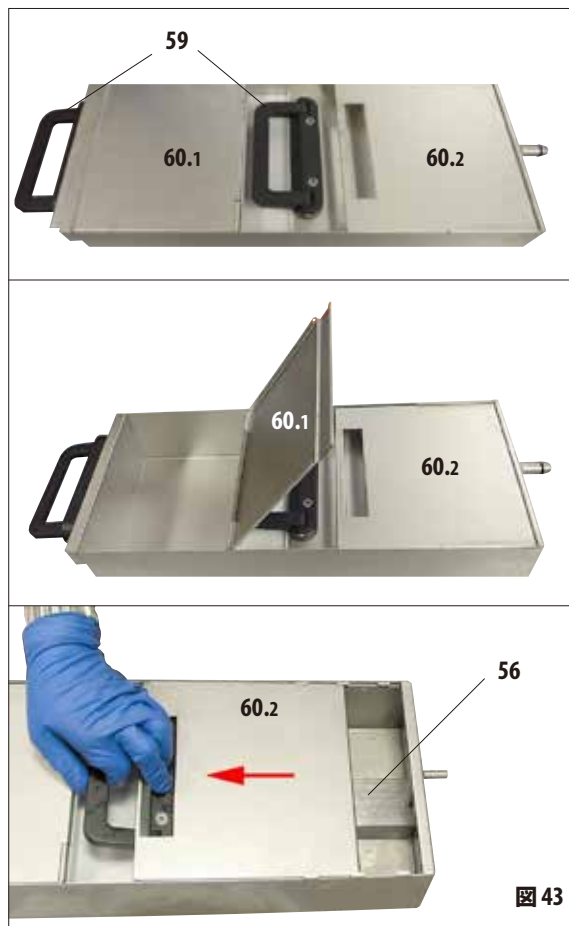

図 43
- パラフィン槽には引き出し、持ち運び用のハンドル (59) が2つ付いています。可動式カバー2個 (60.1 および 60.2) は、断熱性能の向上と引き出すときの液体パラフィンの飛散防止用です (図 43)。
- パラフィン槽を引き出した状態で、フロント (画像の左) カバー (60.1) を上にはね上げて (図 43)、注入とクリーニングがしやすいようにすることができます。
- もう一方の (画像内、右) カバー (60.2) もクリーニング時に移動、ないし取り外すことができます (図 43)。
- パラフィン槽には、パラフィンステーションの場合同様、内部にパラフィンラインを汚染から保護するためのストレイナー (56) があります。